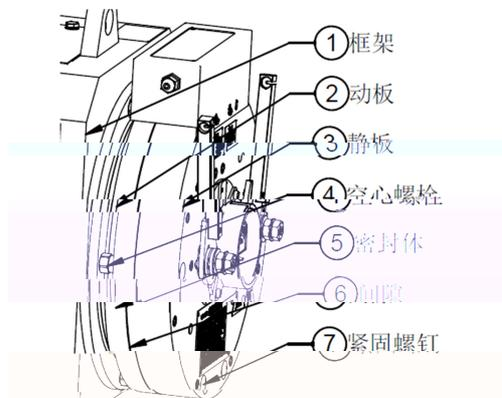
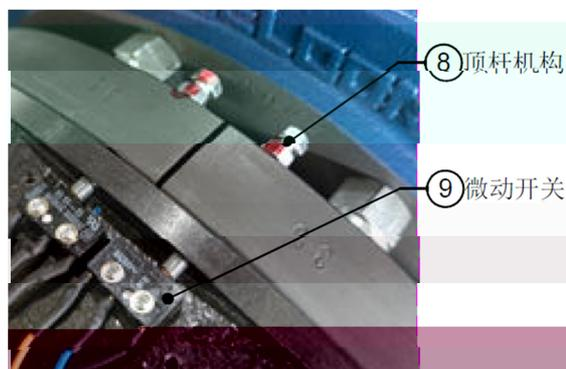

图 1 制动器各部件图
图 2 制动器监测机构
通过调整制动器气隙⑥（P1 图 1/P1 图 2），从而调整制动器制动盘与框架①的气隙。制动器通过 6 个紧固螺钉⑦安装并固定于框架①上（紧固螺钉穿过空心螺栓）。通过调节空心螺栓④及紧固螺栓⑦来控制制动板②与 板③间的气隙⑥，制动器气隙由 封体 进行保护。微动开关⑨通过顶杆机构⑧来进行触发。